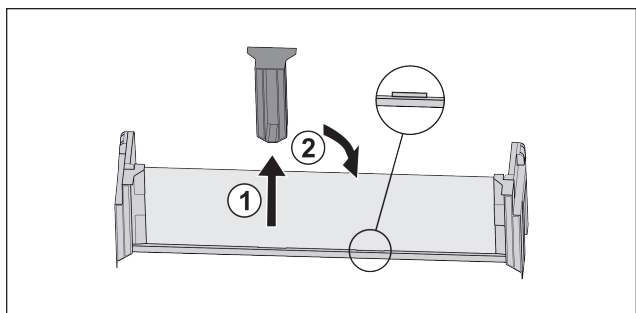

Fig. 65
- ▶ Stáhněte prostřední přídržný díl Fig. 65 (1).
- ▶ Vložte prostřední přídržný díl do druhé polohy Fig. 65 (2).